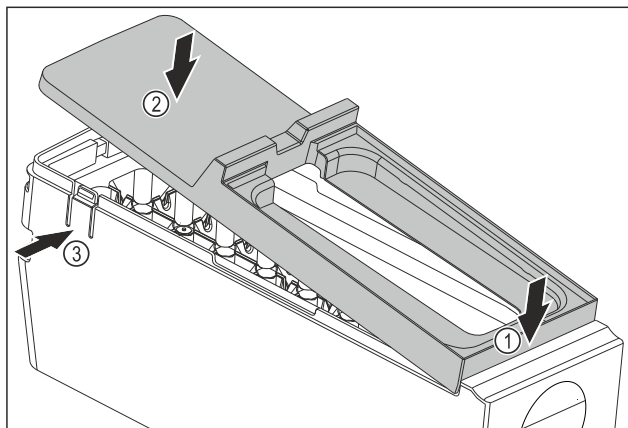

Fig. 144
- ▶ Montaż osłony korpusu EasyTwist-Ice: Osłonę założyć od przodu. Fig. 144 (1)
- ▶ Opuścić osłonę z tyłu. Fig. 144 (2)
- ▷ Osłona zatrzaskuje się słyszalnie w obu nakładkach Fig. 144 (3).